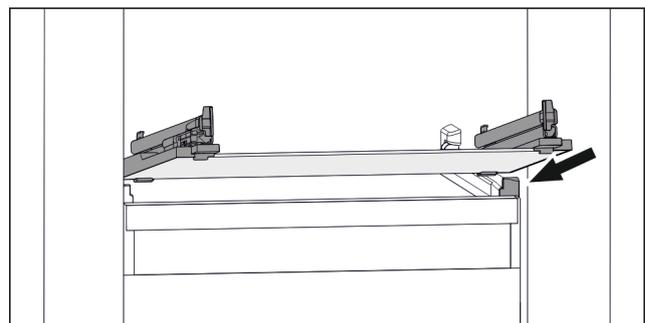

Fig. 75 Beispielhafte Darstellung der Glasplatte
- ▶ Glasplatte schräg hinter den Stopperrn aufsetzen. (siehe Fig. 75)